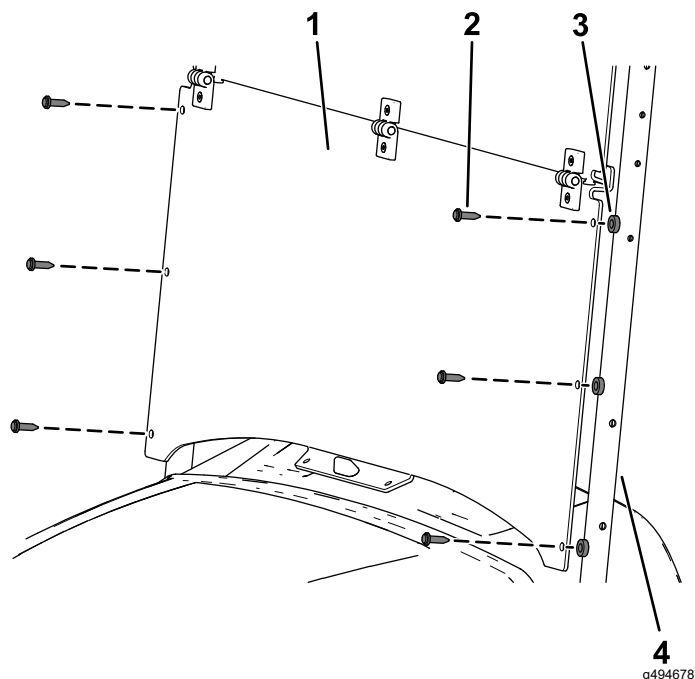

図 3
2. ウインドシールドの下部の穴を日よけサポートチューブの穴に合わせる 図 3
3. ウインドシールドの左右を日よけサポートチューブに固定するプラスチック製スペーサ6個と長いプラスチック製リベット6本を使用する 図 3。